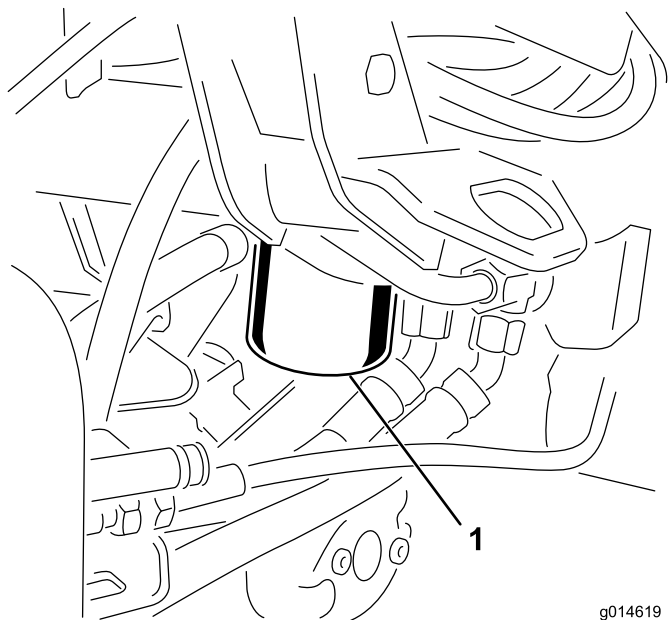

Bild 51
1. Reinigen Sie den Anbaubereich des Filters (Bild 51). Stellen Sie ein Auffanggefäß unter den Filter und entfernen den Filter.